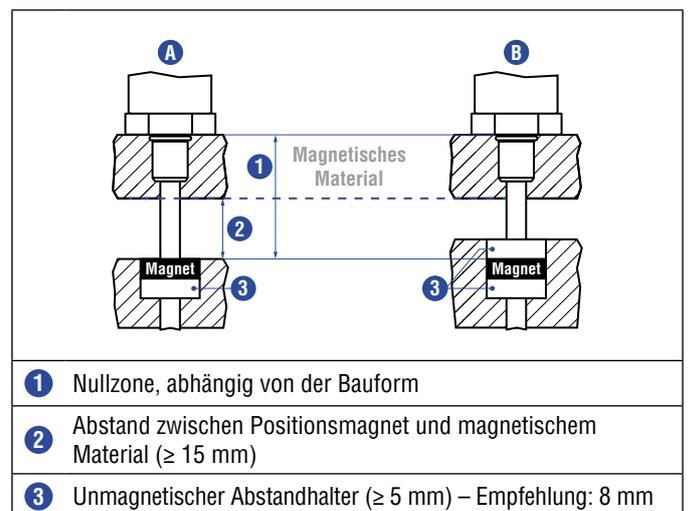

Abb. 51: Einbau mit magnetischem Material
- Der minimale Abstand zwischen Positionsmagnet und magnetischem Material beträgt 15 mm (Abb. 51).
- Beachten Sie die Maße in Abb. 51 bei der Nutzung von magnetischem Material.
Bei der Verwendung von magnetischem Material die in Abb. 51 dargestellten Maße unbedingt beachten.